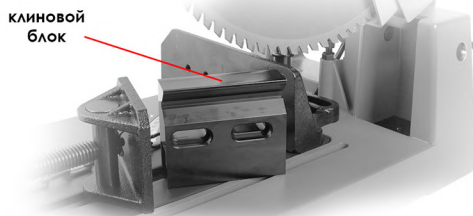

Рис.2
3. Для использования клинового блока просто привинтите его к регулируемой плите (Рис. 2).